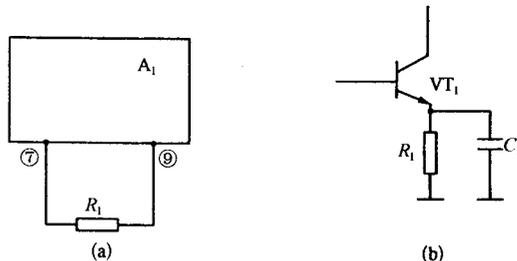

图 1-25 寻找元器件示意图
举例:如图1-25(a)所示,如果要寻找电路中的 R_1 ,先找到集成电路 A_1 ,因为电路中集成电路较少,目标明显,找到集成电路 A_1 比较方便。
然后,利用集成电路的引脚分布规律找到⑦脚和⑨脚,这两根引脚之间的是电阻 R_1 。如图 1-25(b)所示,找 C_1 时,先找到晶体管 VT_1 ,再找出它的发射极,发射极上接 C_1 。